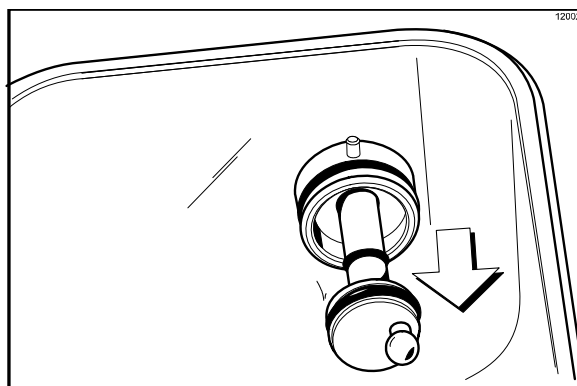

Figura 105
- Retire o eixo de transmissão da bomba do cubo de transmissão na parede posterior do reservatório de mix. (Veja a Figura 105.)